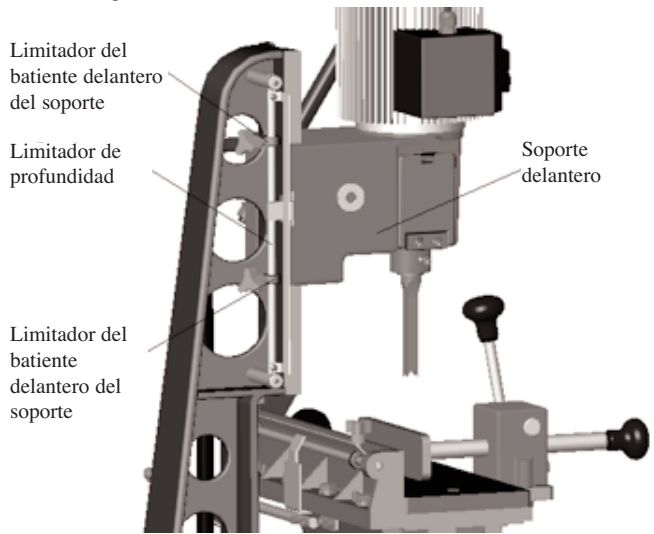

Figura 4
1. Ajuste el limitador de profundidad para la profundidad de corte deseada. Mire la figura 4.